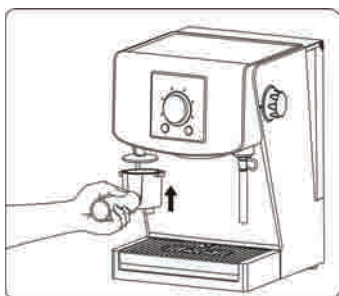

Рис. 4
- 8.9. Отстранете излишното кафе от края на филтъра и утъпкайте кафето с помощта на прикрепления към експреса уред (5) или с мярката (13) (Рис. 4).
- 9.9. Отстранете излишното кафе от края на филтъра и утъпкайте кафето с помощта на прикрепления към експреса уред (5) или с мярката (13) (Рис. 4).